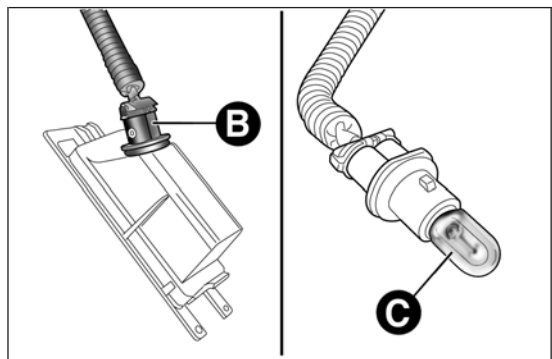

fig. 149
- ❑ ruota in senso orario il portalampada B fig. 149, estrai la lampada C e sostituiscila.